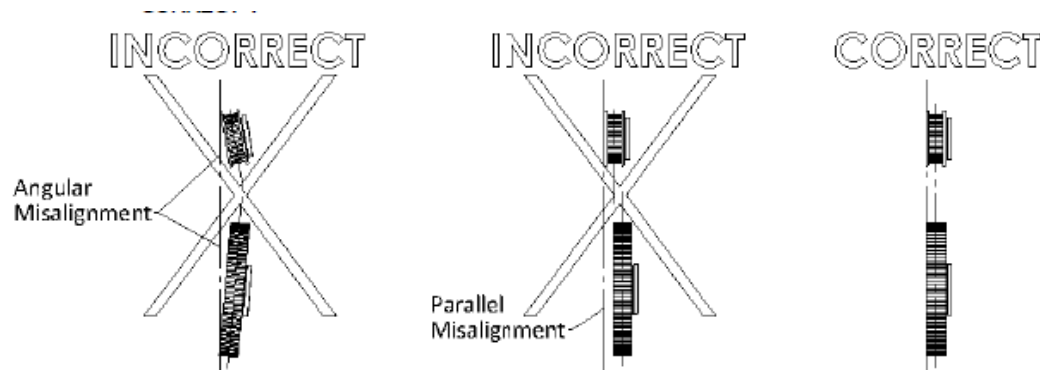

Figure 9: Alignment tool contact illustration (left view)
30. アライメントツールまたはストレートエッジとプーリーの背面の間の、表面接触状態に注意してください。図 9 にみるように、両方のプーリー表面が完全にストレートエッジと接触するように調整してください。